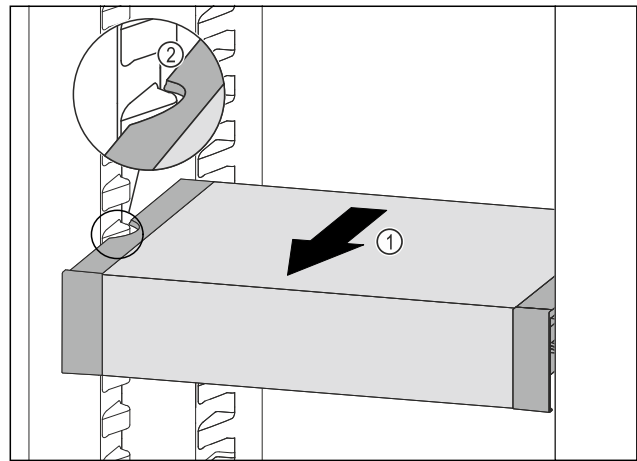

Fig. 166
- ▶ VarioSafe nach vorne ziehen Fig. 166 (1), bis sich die seitlichen Aussparungen des VarioSafes auf Höhe der Behälterrippe im Kühlteil befinden. Fig. 166 (2)